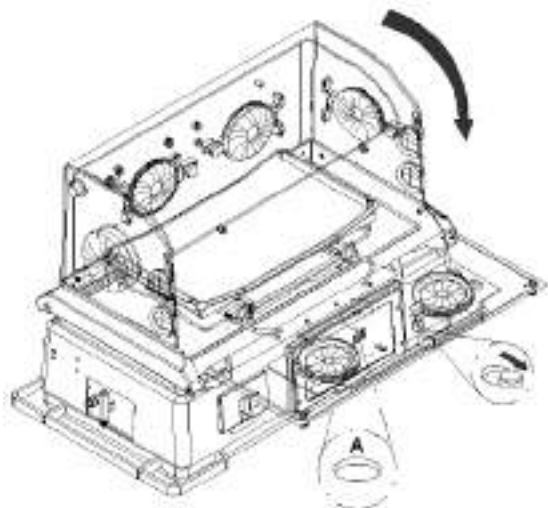

Figura 243 – Destravando a parede interna da porta – incubadora com corpo em plástico de engenharia
2. Abra a porta da cúpula no ângulo de 90°. Segure a porta da cúpula com uma das mãos e com a outra puxe a tampa interna através do furo (A) figura 243 e 244.